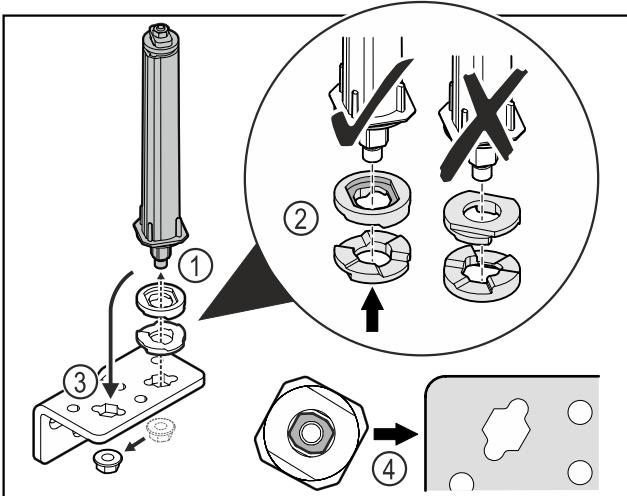

Fig. 47
- Развийте гайката и свалете затварящата система на вратата Fig. 47 (1).
- Обърнете внимание на правилното подравняване на шайбите за регулиране на височината Fig. 47 (2).
- Преместете затварящата система на вратата в ъгъла на пантата и я фиксирайте с гайката Fig. 47 (3).
- При поставяне се уверете, че затварящата система на вратата е правилно подравнена Fig. 47 (4).